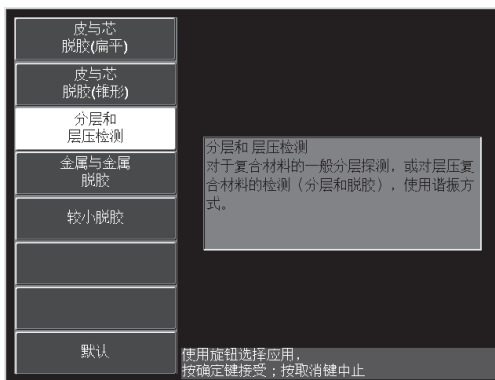

图 6-46 分层和层压检测
3. 选择**分层和层压检测**应用，然后按确定键（）接受（参见第 145 页的图 6-46）。